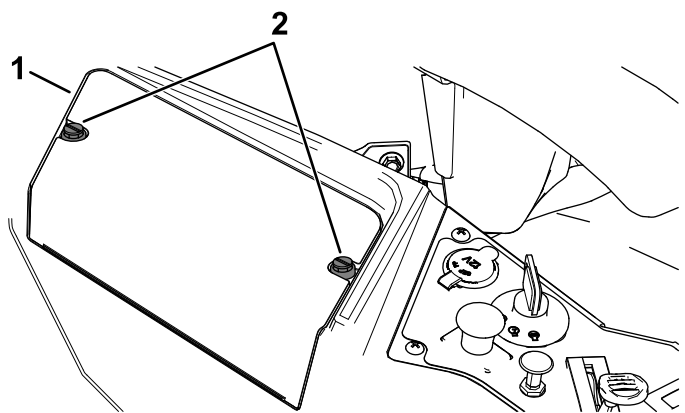

Figure 46
3. Desserrez les 2 fixations sur le couvercle de la batterie en les tournant de un quart de tour dans le sens antihoraire, et déposez le couvercle (Figure 46).
6. Reposez le couvercle de la batterie en appuyant dessus et en serrant les 2 fixations dans le sens horaire (Figure 46).